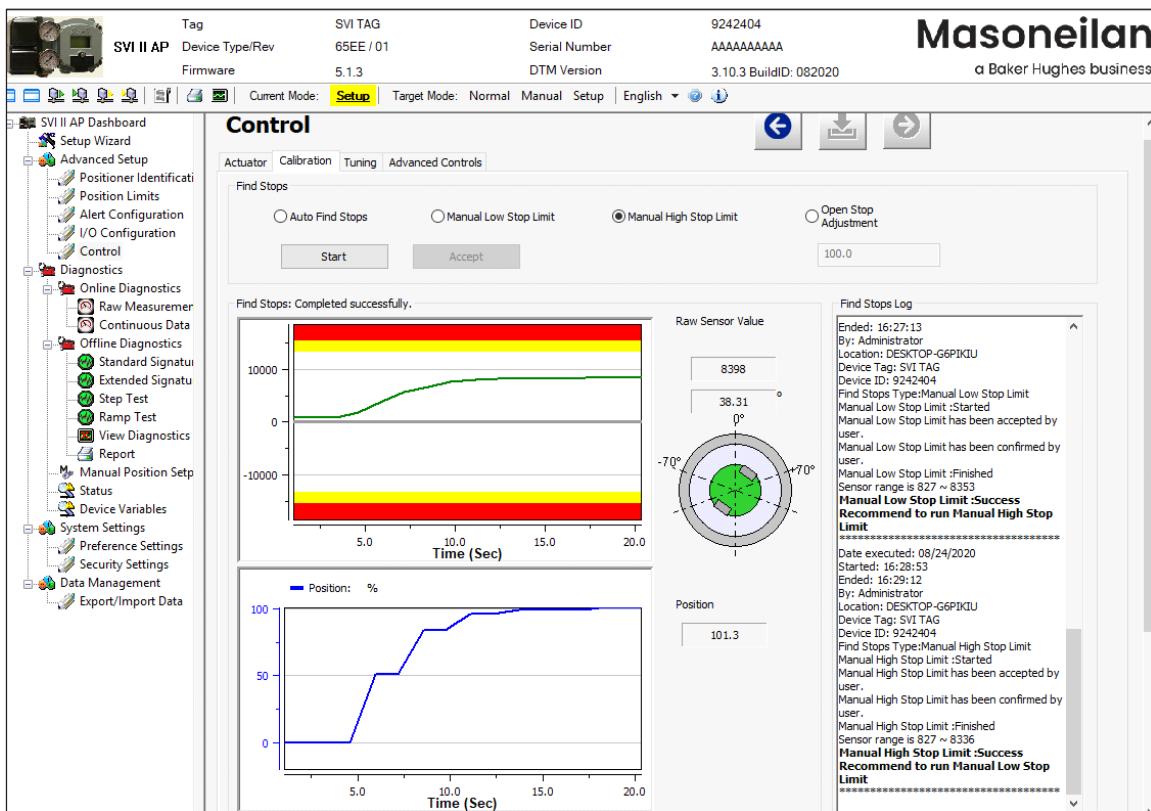

Рисунок 74 - Результаты ручного поиска верхнего предела останова: Успешно
6. Нажмите , в журнале поиска точек останова будут отражены найденные значения и результаты теста (Рисунок 74), а также список причин, если тест не будет выполнен успешно.